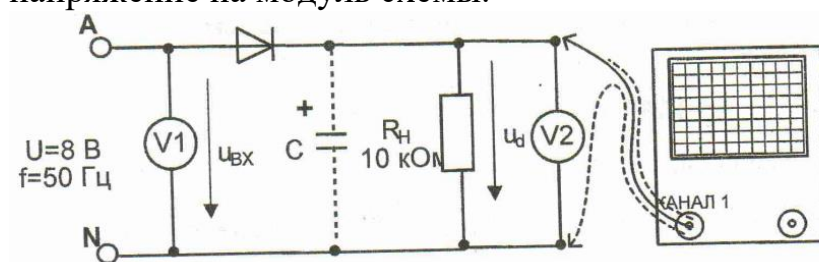
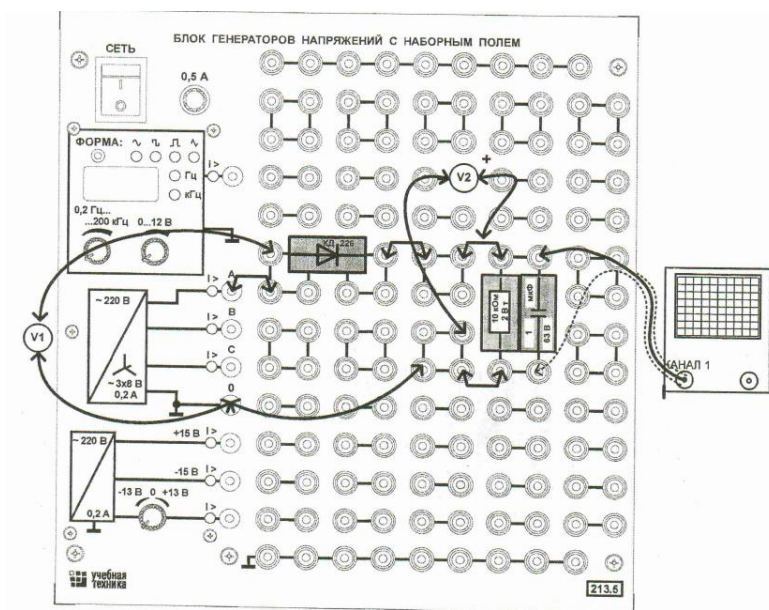

Рис. 3 Принципиальная схема подключения осциллографа и вольтметров
Рис.4 Монтажная схема однополупериодного выпрямителя
1. Соберите цепь, согласно принципиальной схеме, показанной на рис. 3. и монтажной рис.4 сначала без сглаживающего фильтра (без конденсаторов). Включите блок мультиметров. Проведите прозвонку схемы на отсутствие короткого замыкания используя омметр на пределе звуковая прозвонка. При отсутствии короткого замыкания сообщите преподавателю о готовности подать напряжение на модуль схемы.